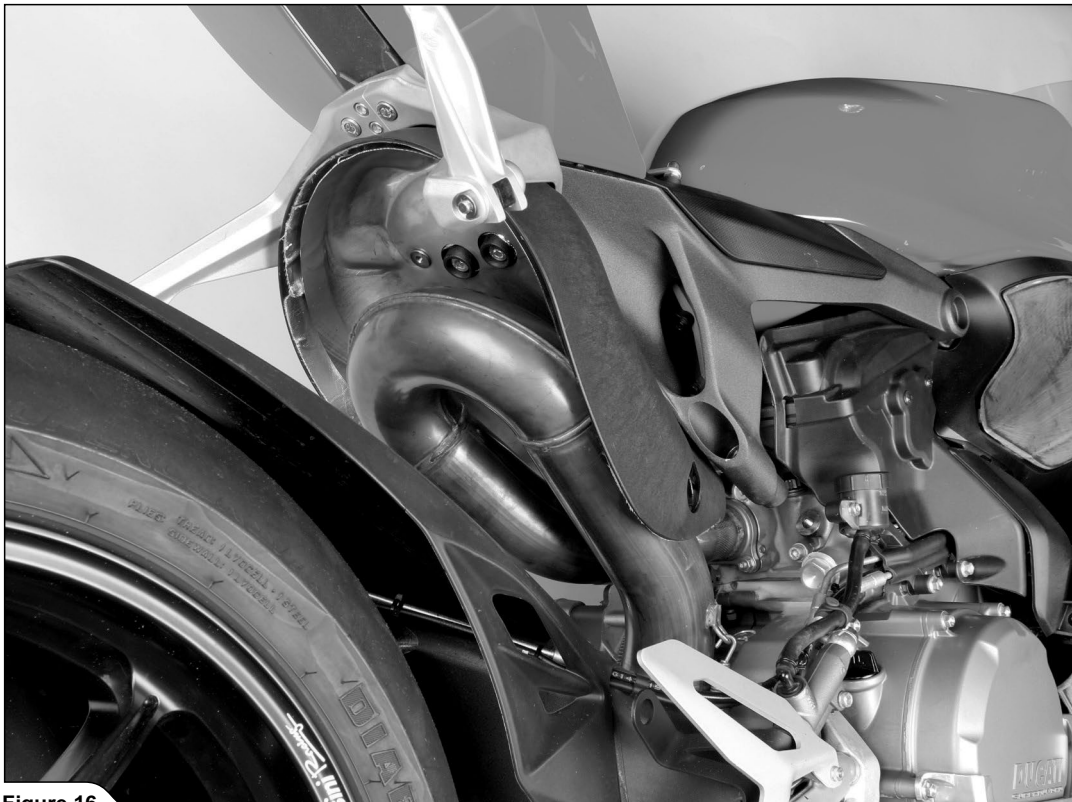

Figure 16
6. Déposer en partie et avec soin l'extrémité arrière du motorcycle comme indiqué et la fixer dans cette position (Figure 16).
6. Den Heckteile des Motorrad wie angegeben teilweise und mit Sorgfalt verschieben und in dieser Position befestigen (Figure 16).